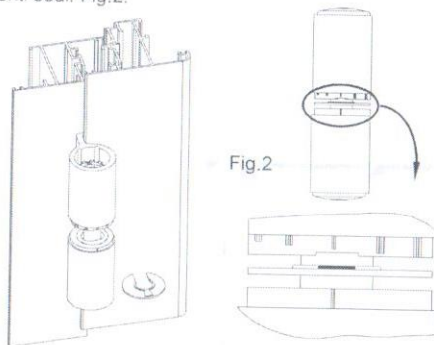

Fig.2
2) Inserire le rondelle occorrenti per la regolazione (una rondella = 1mm). Fare attenzione a posizionare le chiavette delle rondelle nelle corrispondenti sedi. Fig.2.